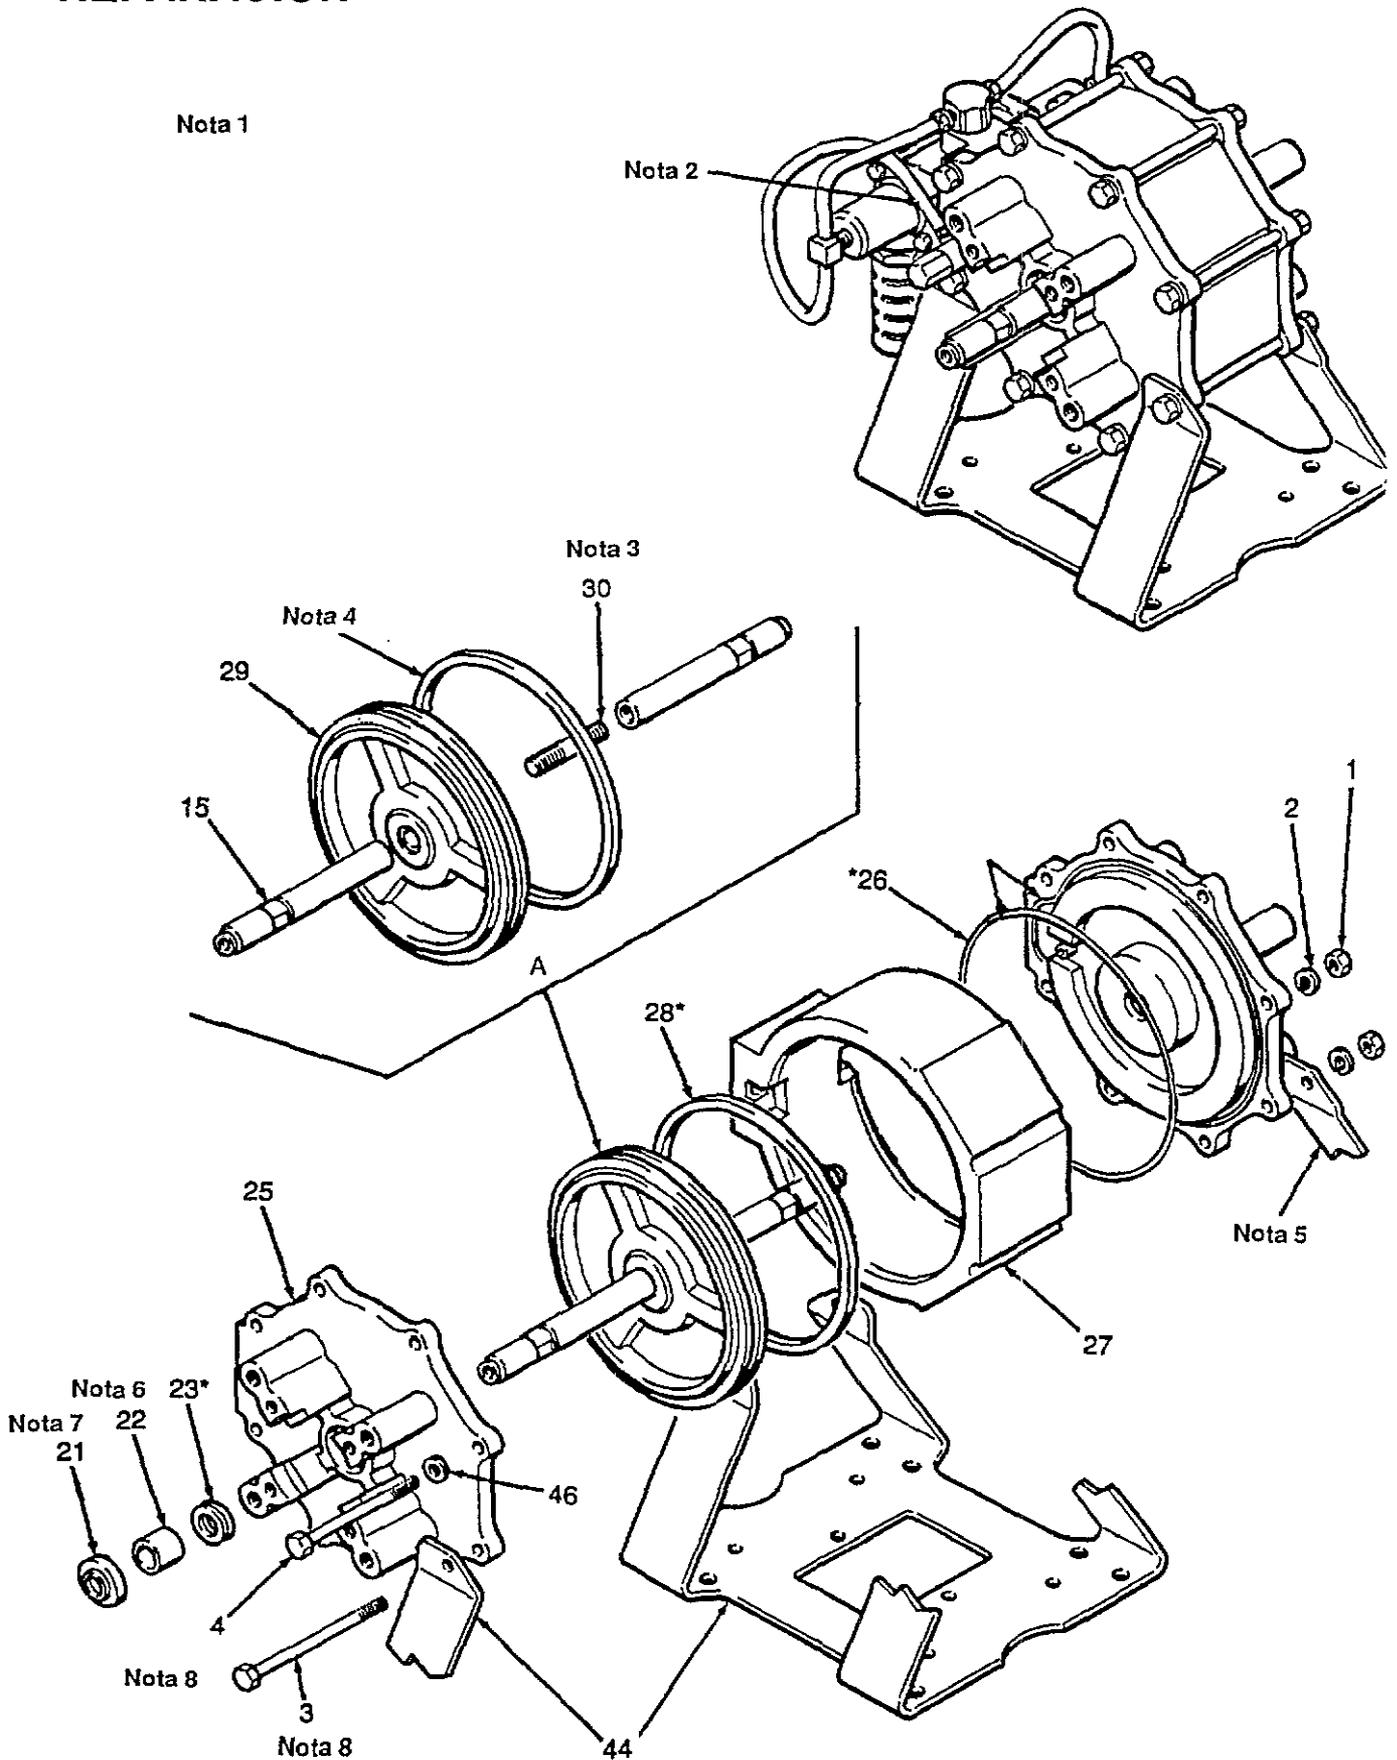

Fig. S-2
3. Sacar los tornillos (3 y 4), arandelas (46), tuercas (1) y arandelas retén (2) del sombrerete del cilindro (25). Ver la Figura S-2.
4. Retirar la bomba del soporte de montaje (44).
5. Sacar los sombreretes del cilindro (25) de ambos extremos del motor neumático. Si las mangueras no están desconectadas o las válvulas piloto desmontadas, tener mucho cuidado de no tirar de las mangueras al retirar los sombreretes.
1. Aplicar grasa a base de litio a todas las guarniciones, juntas y al interior del cilindro del motor neumático (27) antes de proceder al montaje.
2. Si se retiraron los ejes del pistón (15) del vástago (30), aplicar producto Impermeable de alta resistencia (como Loctite) 102-969, ver ACCESORIOS) a las roscas del vástago del pistón y montar como se muestra en la Figura S-2.
3. Instalar el anillo espaciador (28\*) en la ranura del pistón (29). Instalar el conjunto del pistón (A) en el cilindro del motor neumático (27).
4. Instalar una copela-u (23\*) en cada sombrerete del cilindro (25). Las pestañas de la copela-u deben estar orientadas hacia adentro, hacia el centro de la bomba, como se ilustra en la Figura S-2.
6. Si se retiraron los cojinetes (22), instalar uno en cada sombrerete del cilindro (25). Ajustar el cojinete a presión a ras, utilizando la herramienta para Cojinete/Leva 183-888 y una prensa.
7. Instalar una leva de eje (21) en cada sombrerete del cilindro (25) con la parte de latón orientada hacia afuera, en dirección opuesta al centro de la bomba, como se muestra en la Figura S-2. Presionar cuidadosamente en su sitio, utilizando la herramienta para Cojinete/Leva 183-888, para evitar el daño de la parte de latón.
8. Instalar una junta tórica (26\*) en la ranura de cada sombrerete de cilindro (25). Deslizar un sombrerete de cilindro (25) en cada extremo del motor neumático.
9. Fijar el soporte de montaje (44) y sombreretes del cilindro (25) a la bomba con los tornillos (3 y 4), arandelas (46), tuercas (1) y arandelas retén (2). Apretar los tornillos con par 10-17 N.m.